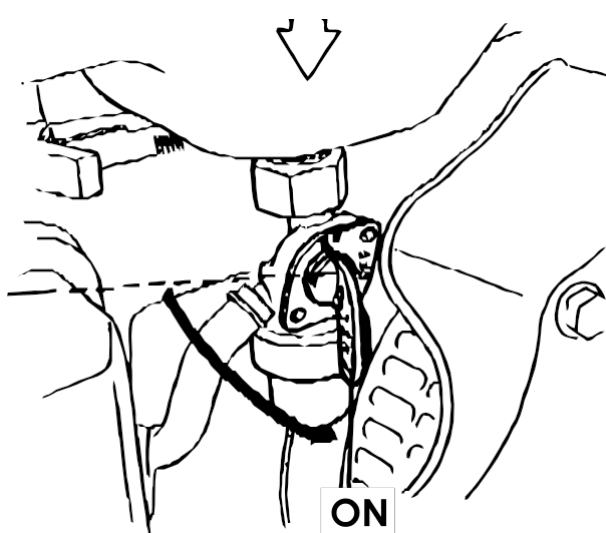

Fig. 2
2. Reglați supapa de combustibil în poziția "ON" **Fig. 2**.